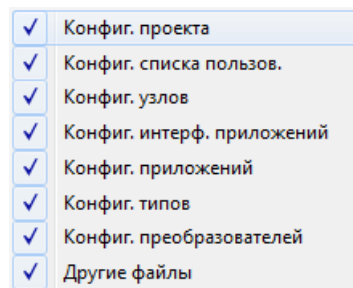

Рисунок 3.5 - Меню редактирования области поиска
- **Область поиска:** - в данном поле выполняется настройка области, в которой будет производиться поиск. Справа от данного поля находится кнопка  (Редактировать область поиска), по нажатию на которую раскрывается меню для редактирования области поиска (см. рис. 3.5).